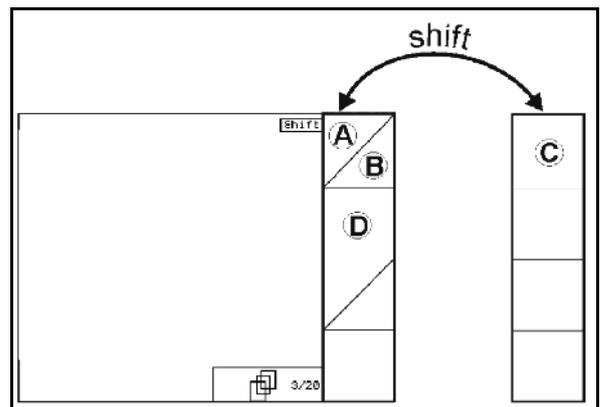

Fig. 13
- Bei Betätigen der Shift-Taste erscheinen weitere Funktionsfelder (Fig. 13) und die Belegung der Funktionstasten ändert sich entsprechend.